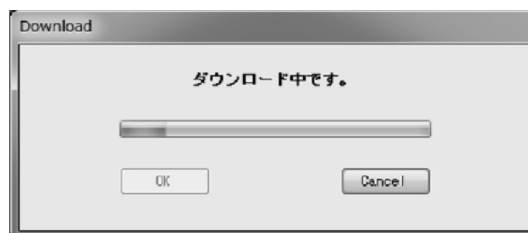

図176
- ⑦ データをダウンロードすると、各種設定値が変更され、流量計からの出力値も変化します。流量計の出力によりバルブ等を制御している場合には、安全のため制御ループをマニュアル制御に変え、流量計の出力により影響を受けないような状態にしてください。
- ⑧ 「OK」ボタンをクリックし、ダウンロードを開始するとメッセージボックス(図176)が表示されます。ウィンドウ中央のプログレスバーによりダウンロードの進行状況を確認することができます。